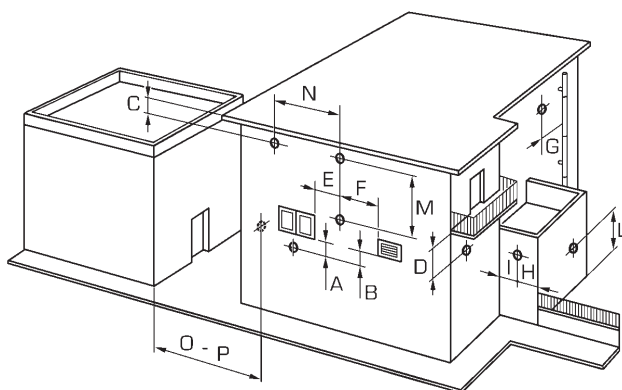

Fig. 11
2.10 POSICIÓN DE LOS TERMINALES DE EVACUACIÓN (fig. 11)
respetadas, presentadas en la **Tabla 3**, representan indicaciones no vinculantes, con referencia a un edificio como el de la fig. 11.